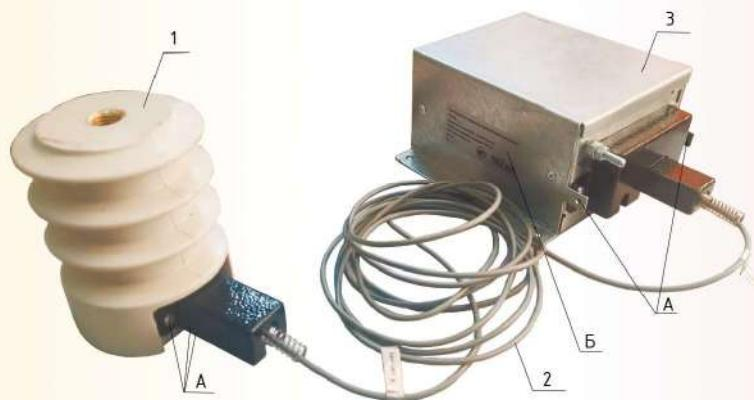

Рис. 1 – Общий вид устройства, обозначение мест пломбировки от несанкционированного доступа (А) и места нанесения заводского номера (Б).
– ИОЭЛ, в форме опорного изолятора для установки в КРУ, КСО, шинные мосты, рис.1;